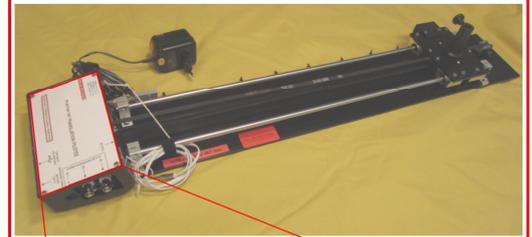

Figure 1: Platine de translation NOVA
- Raccorder la platine à l'ordinateur *via* le port USB (voir figure 1)